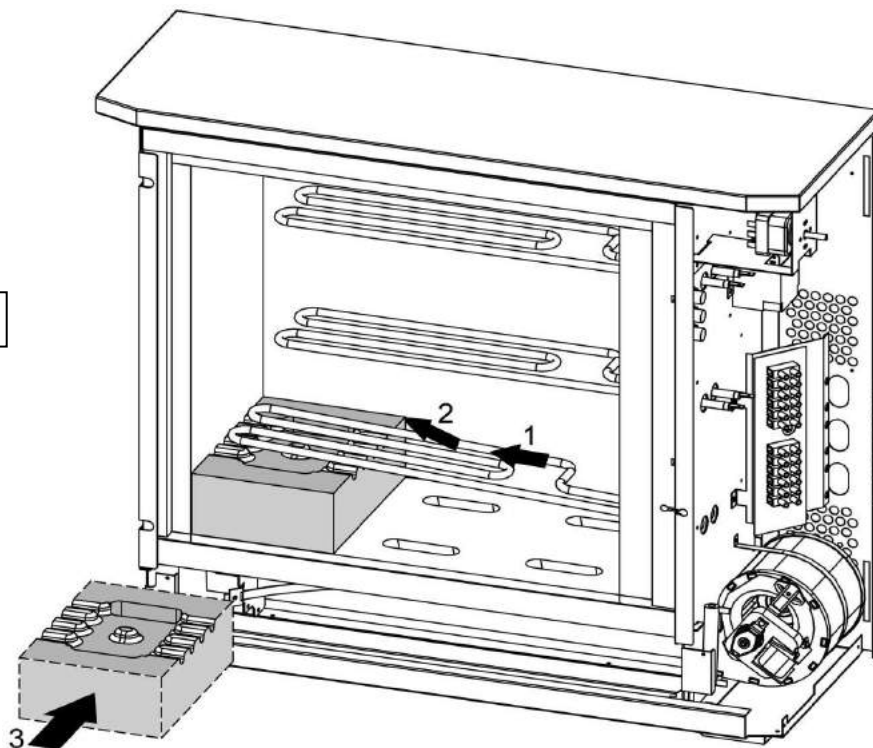

Rys. 8
6. Usunąć składany karton zabezpieczający grzałki, który jest zabezpieczeniem tylko na czas transportu. Najlepiej wyciąć go nożyczkami (Rys.8)